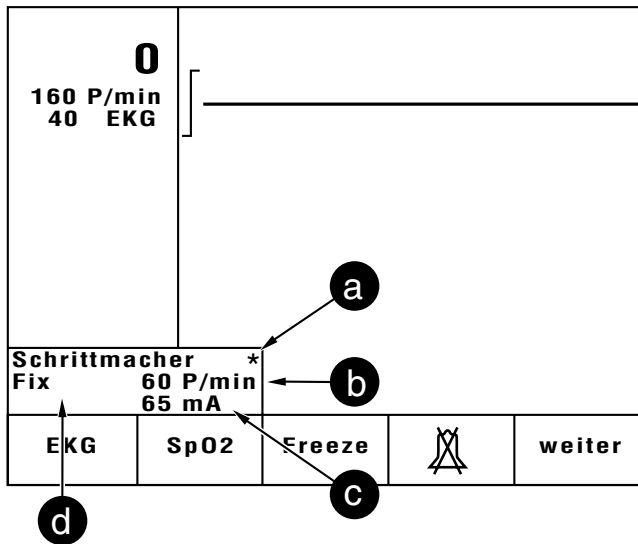

Bild 10-8. Anzeige bei eingeschaltetem Schrittmacher
- \* Drücken Sie die Taste  3 s lang, um den Schrittmacher auf die Betriebsart **Fix** umzuschalten („Fix“ erscheint bei **d**, Bild 10-8).
Das Sternsymbol (**a**, Bild 10-8) blinkt mit jedem abgegebenen Stimulationsimpuls.